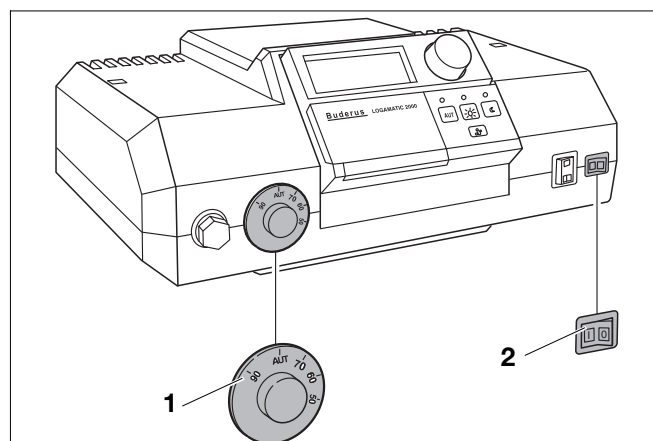

Fig. 2 Apparecchio di regolazione (qui ad es.: Logamatic 2000)
Mettere in funzione la caldaia mediante l'apparecchio di regolazione (ad es. qui (fig. 2): apparecchio di regolazione della serie 2000). Mettendo in esercizio l'apparecchio di regolazione, si mette in esercizio automaticamente anche il bruciatore. Il bruciatore può essere quindi azionato dall'apparecchio di regolazione. Altre informazioni in merito si trovano nelle istruzioni d'uso dell'apparecchio di regolazione o del bruciatore.
- Impostare il regolatore della temperatura dell'acqua di caldaia (fig.2, Pos. 1) su AUT
- Mettere l'interruttore di esercizio (fig.2, Pos. 2) in posizione "I" (ON).
Mettere fuori esercizio la caldaia mediante l'apparecchio di regolazione (ad es. qui (fig. 2): apparecchio di regolazione della serie 2000). Spegnendo l'apparecchio di regolazione si disinserisce automaticamente anche il bruciatore.
- Mettere l'interruttore di esercizio (Fig. 2, **pos. 1**) in posizione "0" (OFF).